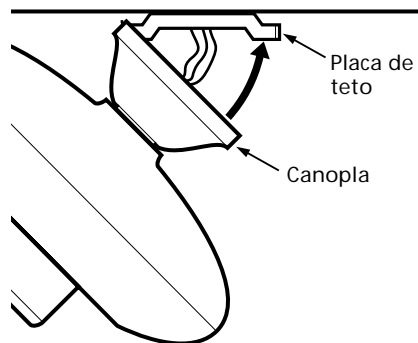

Figura 6a - Fixando a canopla à placa de teto
1. Balance o ventilador para cima de modo a alinhar os furos do parafuso da canopla com os furos de montagem da placa de teto. Consulte a Figura 6a.